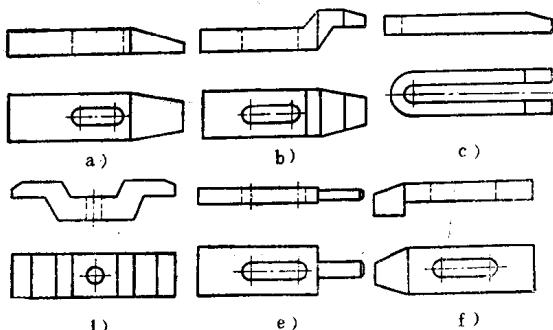

图1-18 常用的压板
1) 压板与压紧螺栓 压板用于压紧工件。常用的压板有平压板、弯压板、马蹄形压板、弓形压板、插销压板和梯形压板等，见图1-18。